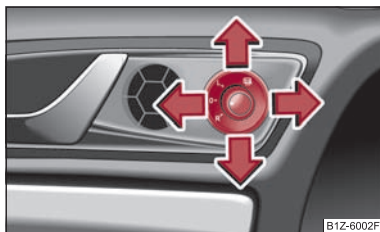

Fig. 46 Interno porta: manopola
- Portare la manopola in posizione **☐** ⇒ fig. 46.